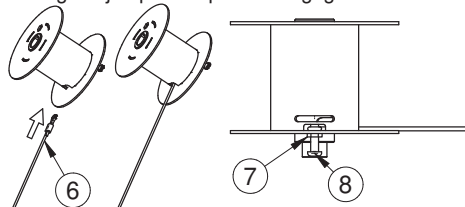

Fig. 4.4
4) Insérer le nouveau câble (Réf.6 Fig. 4.4) dans le trou et placer l'œillet sous l'écrou soudé sur le tambour (réf.7 fig. 4.4) et insérer la vis Réf.8 Fig. 4.4 jusqu'à ce qu'elle s'engage dans l'œillet du câble